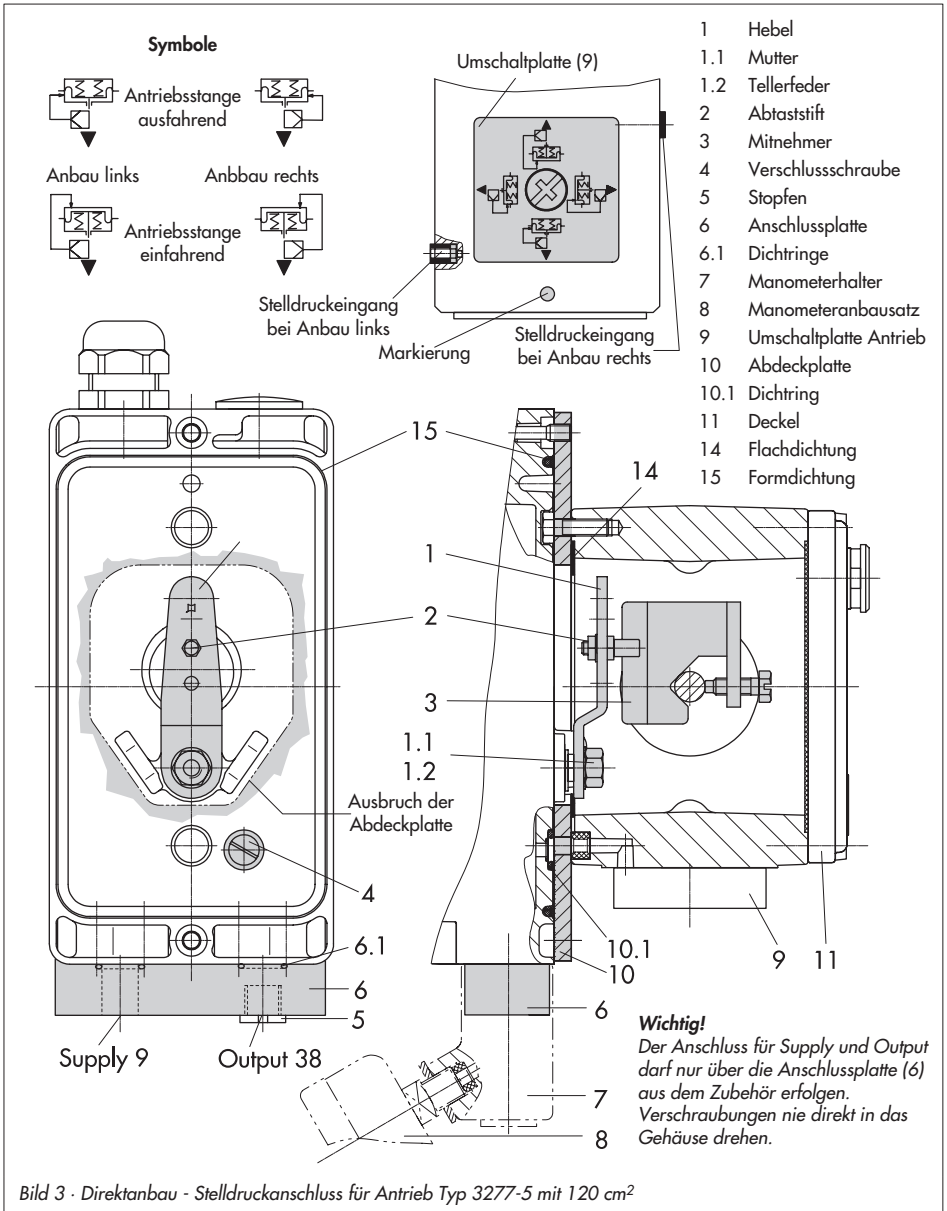

Bild 3 · Direktanbau - Stelldruckanschluss für Antrieb Typ 3277-5 mit 120 cm²
1. Anschlussplatte (6) oder Manometerhalter (7) mit Manometern am Stellungsregler montieren, auf richtigen Sitz der beiden Dichtringe (6.1) achten.
2. Verschlusschraube (4) auf der Stellungsreglerrückseite entfernen und den Stelldruckausgang "Output 38" an der Anschlussplatte (6) bzw. am Manometerhalter (7) mit dem Stopfen (5) aus dem Zubehör verschließen.
3. Mitnehmer (3) an die Antriebsstange setzen, ausrichten und so festschrauben, dass die Befestigungsschraube in der Nut der Antriebsstange sitzt.
4. Abdeckplatte (10) mit schmaler Seite des Ausbruchs (Bild 3 links) in Richtung zum Stelldruckanschluss befestigen, die aufgeklebte Flachdichtung (14) muss zum Antriebsjoch zeigen.
5. **Hub 15 mm:** Am Hebel **M** (1) auf der Stellungsreglerrückseite verbleibt der Abtaststift (2) auf Stiftposition **35** (Lieferzustand).